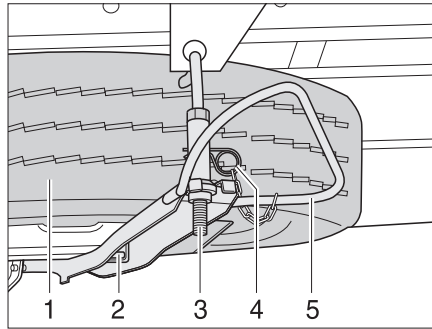

Fig. 272 Soporte para la rueda de repuesto (Iveco)
- Extraer la clavija hendida (Fig. 272,4).
- Presionar el gancho (Fig. 272,5) contra la rueda de repuesto y desenganchar el soporte (Fig. 272,3).
- Desenroscar la tuerca (Fig. 272,2) y sacar la rueda de repuesto (Fig. 272,1).